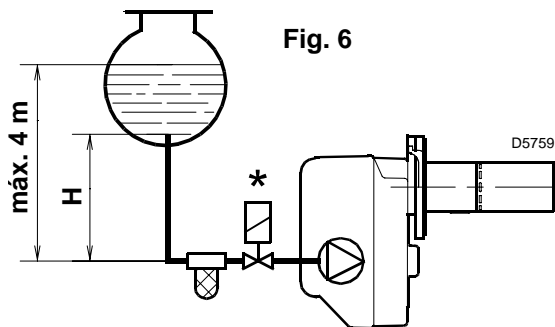
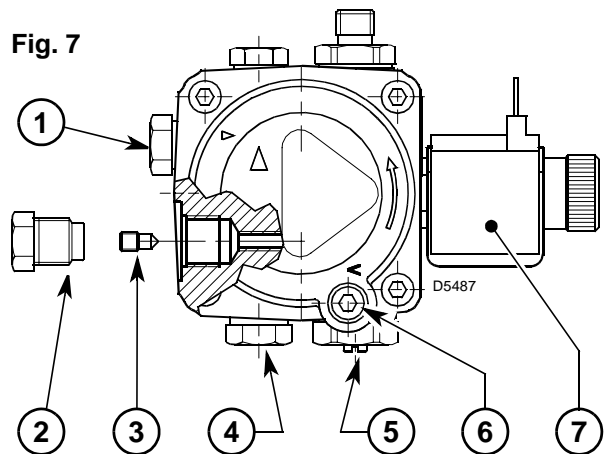

Fig. 6
Fig. 7
- ▶ La bomba está preparada para funcionar con un sistema de dos tubos. Para el funcionamiento con un sistema de un tubo es necesario desenroscar el tapón de retorno (2), retirar el tornillo by-pass (3), y luego enroscar de nuevo el tapón (2) (véase fig. 7).
En la instalación de la fig. 6 es suficiente aflojar la conexión del vacuómetro (6, fig. 7) y esperar el escape del combustible.